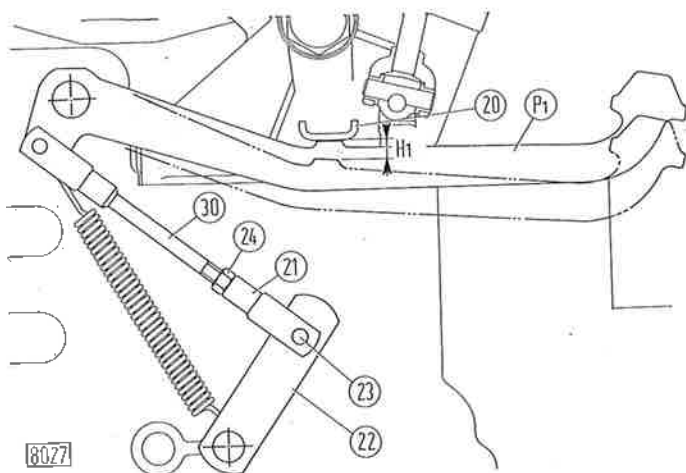

Fig. 77 - Réglage de la garde de la pédale d'embrayage de boîte.
La garde nominale de la pédale (P₁, fig. 77), avant commencer le débrayage de la boîte, est de 10 à 12 mm (H₁) par rapport à la plaquette de butée (20), ce qui correspond à une course de 25 à 30 mm du champignon de la pédale.